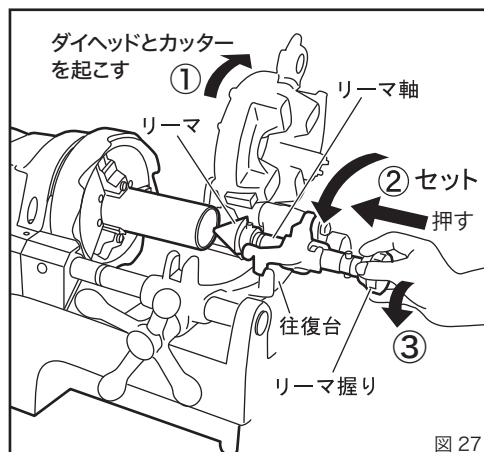

図 27
- ① 使用しないダイヘッドとカッターを起こしてください。(図 27)
- ② リーマを往復台にセットしてからリーマ握りを押して、リーマを突きだします。(図 27)
- ③ リーマ握りを反時計方向に回してホルダーにセットします。(図 27)